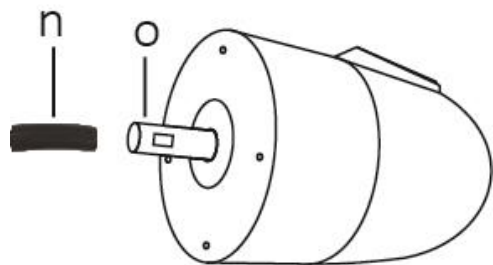

Abb. 9
1. Die schwarze Schutzhülse (n) von der Motorwelle (o) abziehen (Abb. 9).